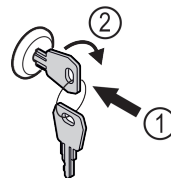

Fig. 104
- Paina avain lukkoon Fig. 104 (1).
- Kierrä avainta 90° myötäpäivään Fig. 104 (2).